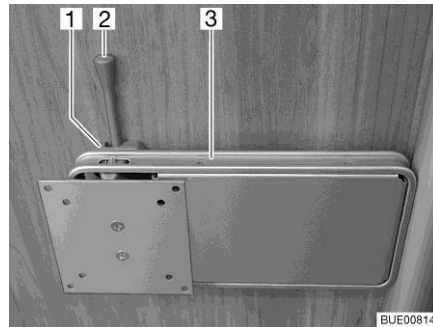

Bild 67 Halterung an Säule
- Den Entriegelungshebel (Bild 67,2) zur Seite drücken und die Halterung (Bild 67,3) mit dem Flachbildschirm in die gewünschte Position drehen.
- Flachbildschirm zurückdrehen, bis die Halterung (Bild 67,3) in die Verriegelung (Bild 67,1) einrastet.